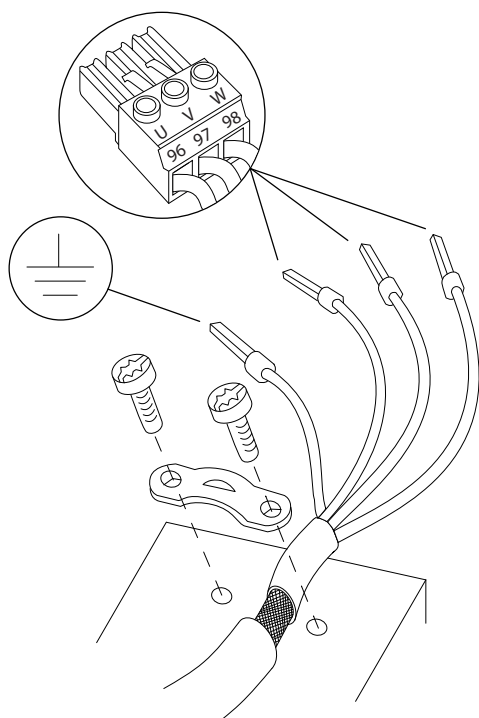
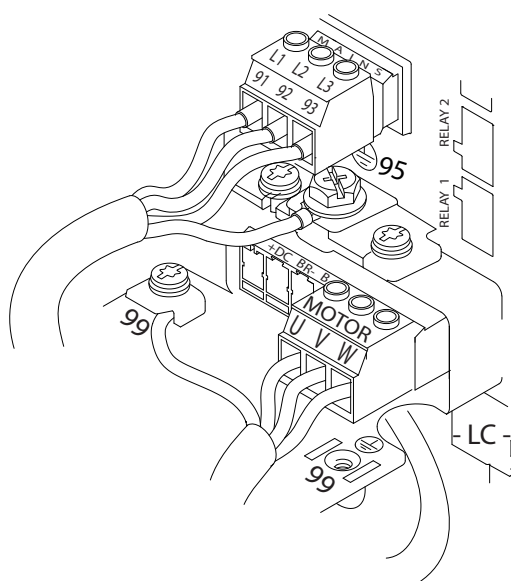

Рисунок 4.5 Подключение двигателя
Рисунок 4.6 Пример подключения кабелей двигателя, силовых кабелей и заземления
- Создайте электрический контакт между экраном кабеля и корпусом преобразователя частоты с помощью металлических кабельных уплотнений или зажимов, поставляемых с оборудованием (см. *Рисунок 4.5* и *Рисунок 4.6*).
- Подключите кабель заземления к ближайшей клемме заземления в соответствии с инструкциями по заземлению в глава 4.3 Заземление, см. Рисунок 4.5.
- Подключите проводку трехфазного двигателя к клеммам 96 (U), 97 (V) и 98 (W), см. Рисунок 4.5.
На Рисунок 4.6 показано подключение сетевого питания, двигателя и заземления для базовых преобразователей частоты. Фактические конфигурации отличаются для разных типов устройств и дополнительного оборудования.
1. Подключите проводку 3-фазного входного питания переменного тока к клеммам L1, L2 и L3 (см. Рисунок 4.6).